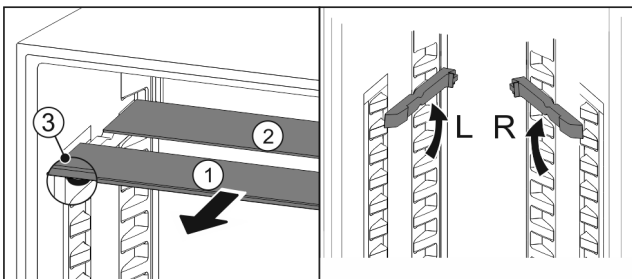

Fig. 122
- ▶ Glasplatten einzeln nach vorne herausziehen Fig. 122 (1).
- ▶ Glasplatte Fig. 122 (1) mit Zierleiste liegt vorne.
- ▶ Stopps Fig. 122 (3) zeigen nach unten.